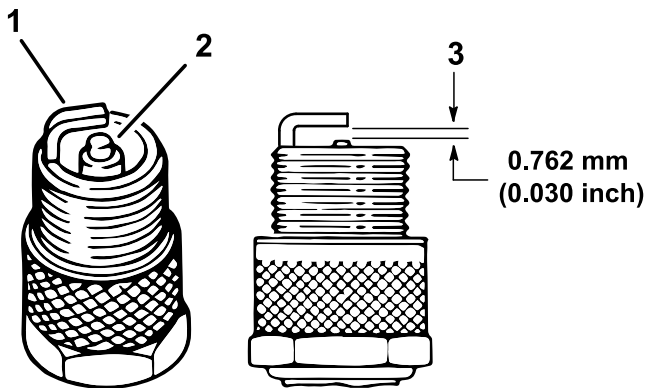

图46
4. 检查侧电极、中心电极和中心电极绝缘体的状况确保没有任何损坏 图46。
5. 如图46所示将中心电极与侧电极之间的空隙设置为 0.762 mm。